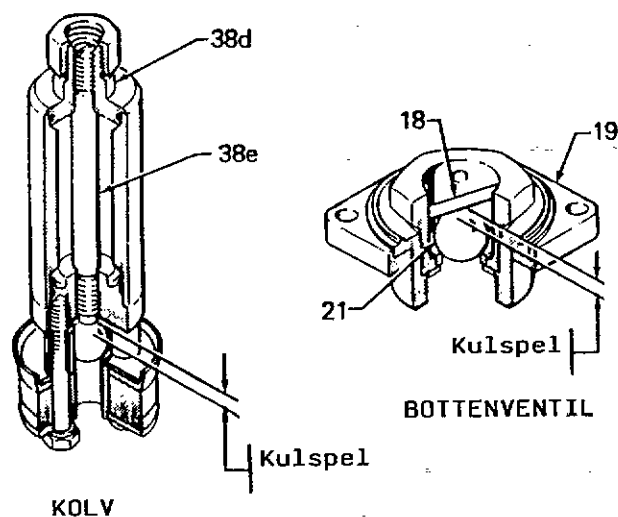

Fig 10.1
- 9 Demontera inte kolvstången om det inte är nödvändigt. Notera hur långt justerskruven (38e) skjuter ut ur den nedre gaveln (38f). Detta bestämmer spelet på kolvens kula (12). Skruva sedan bort justerskruven från kolvstången (38c). Ta bort den övre och nedre gaveln (38d och 38f). Kontrollera O-ringarna (38a och 38b) på plats. Byt alla delar med grader, repor eller slitage. Återmontera. Se till att skruva in justerskruven (38e) till sitt rätta avstånd. (För ändring av kulspelen se fig 10.1.)
- 10 Sätt tillbaka kolvstången (38) genom botten på pumphuset (6) och kopplingsmuttern (1).
- 11 Återmontera bottenventilen och se till att stoppinnen (18) placeras i rätt hålpar.
- 12 Smörj de fyra stagbultarna (31) och skruva in dem i pumphuset (6). Dra åt med ett moment av 22-25 Nm.
Justering av kolv- och bottenventilerna (se fig 10.1)